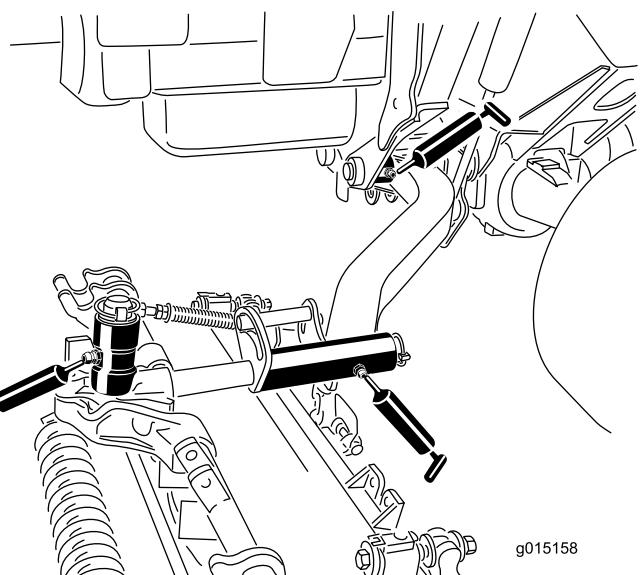

**Bild 66**
- Lenkzylinder-Kugelgelenke (2) (Bild 66)
- Spurstangen-Kugelgelenke (2) (Bild 66)
- Achsschenkelbolzen (2) (Bild 66) **Fetten Sie die obere Armatur am Achsschenkelbolzen nur einmal jährlich (2 Pumpen).**